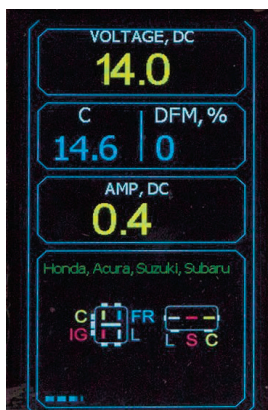

Рис. 14. MS004COM
- **«C»:** индикатор устанавливаемого напряжения стабилизации реле-регулятора генератора (только для реле-регуляторов с терминалом «C») **(Рис. 14).**